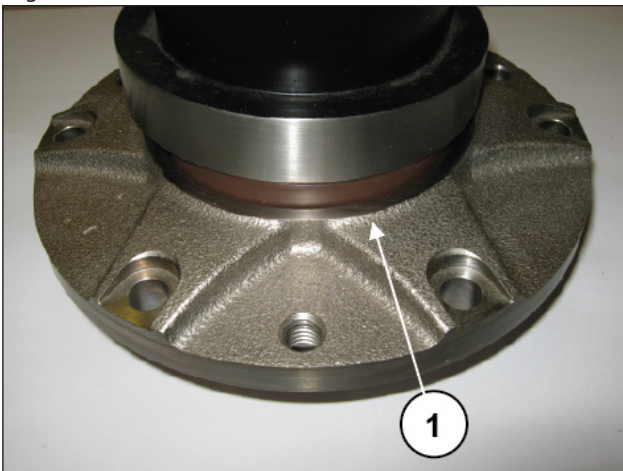

Abb. 117
Setzen Sie den radialen Dichtring in den Zapfwellen-Lagerdeckel ein (Pos. ①, Abb. 117).